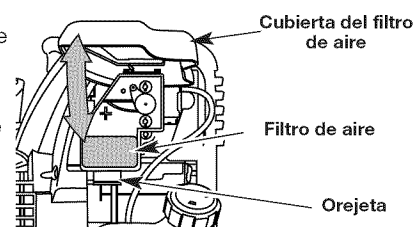

Fig. 23
1. Abra la tapa del filtro de aire. Empuje hacia adentro la lengüeta que está en lado inferior de la tapa. Después hale hacia afuera y arriba la tapa del filtro de aire. (Fig. 23).
7. Instale de nuevo la tapa del filtro de aire. Haga coincidir las ranuras que hay en la parte superior de la tapa del filtro de aire con las lengüetas de la parte superior de la placa posterior (Fig. 23).
8. Gire la tapa hacia abajo hasta que la lengüeta de la placa posterior del filtro de aire se enganche en la ranura de la tapa del filtro de aire (Fig. 23).